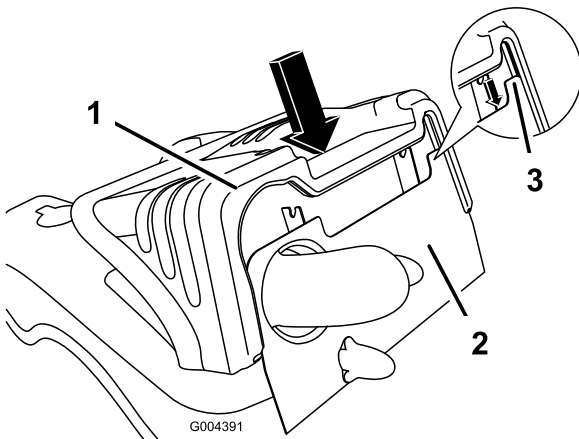

Figure 29
1. Pour installer le capot, alignez sa fente sur le châssis et abaissez-le sur le châssis avec précaution (Figure 29). Vérifiez que le châssis est engagé correctement dans la rainure du capot avant d'appuyer sur ce dernier. Appuyez doucement pour engager la goupille de retenue.